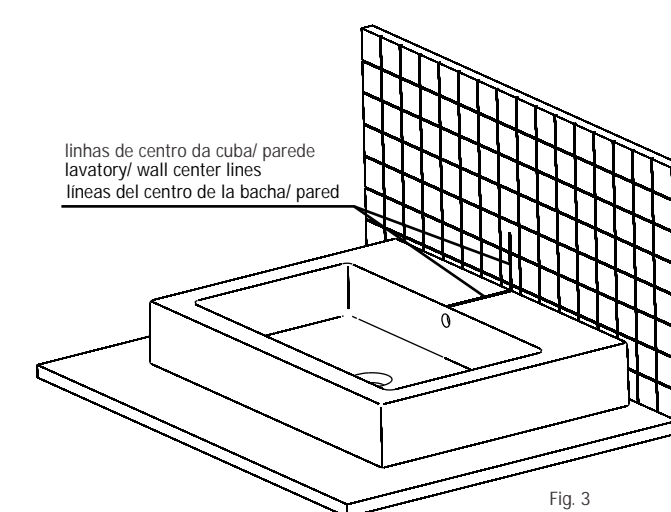

Fig. 3
- 5** Aplicar adesivo silicone nas faces de contato entre a cuba e o tampo, pressioná-la contra o tampo, fazendo coincidir as linhas de centro da cuba e parede, fig. 3. Apply silicone adhesive onto the lavatory/countertop contact faces, press the lavatory against the countertop, aligning the lavatory/wall centers line, according to fig.3. Aplicar cola adhesiva de silicona en la bacha apretando contra la tapa, haciendo coincidir las líneas del centro de la bacha y de al pared de acuerdo a la fig.3.